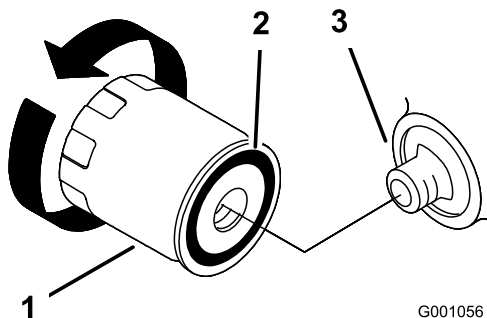

Figure 34
4. Posez le filtre à huile de rechange sur l'adaptateur, tournez le filtre dans le sens horaire jusqu'à ce que le joint en caoutchouc touche l'adaptateur, puis serrez le filtre de 2/3 de tour à 1 tour supplémentaire (Figure 34).